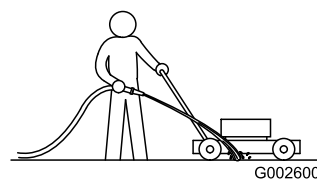

Figura 25
1. Collocate il tosaerba su una superficie piana pavimentata, con il motore acceso, e spruzzate un getto d'acqua davanti alla ruota destra posteriore (Figura 25).